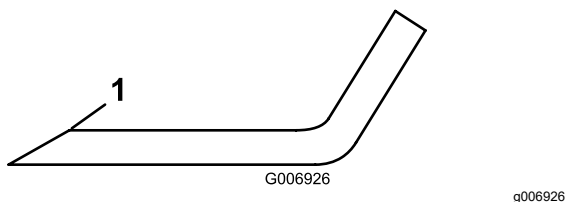

Figura 103
5. Inspeccione as extremidades de corte de todas as lâminas. Afie as extremidades de corte se estas apresentarem sinais de desgaste ou ranhuras. Afie apenas a zona superior da parte cortante e mantenha o ângulo de corte original para garantir que está afiada (Figura 103).
6. Se apresentar sinais de desgaste ou ranhuras, afie apenas a zona superior da parte cortante enquanto mantém o ângulo de corte original (Figura 103).